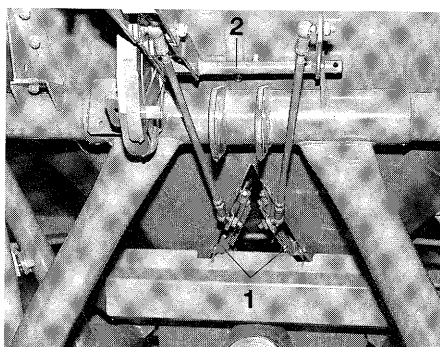

Fig. 10.15
- Beide geleidebeugels (fig.10.15/1) van de schuiven losmaken en geheel naar boven schuiven. De bouten weer vastdraaien.